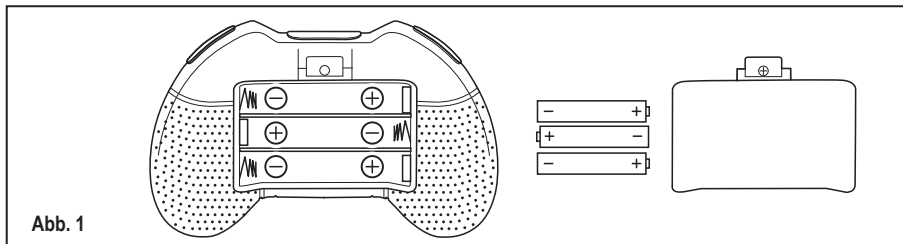

Abb. 1
- Öffnen Sie mit einem geeigneten Schraubendreher das Batteriefach (9) unter dem Sender (C). Legen Sie 3 x 1,5V Batterien vom Typ AAA in das Batteriefach ein. Achten Sie bitte auf korrekte Polarität (+/-), wie im Batteriefach angegeben. Schließen Sie den Batteriefachdeckel wieder. Siehe Abb. 1.